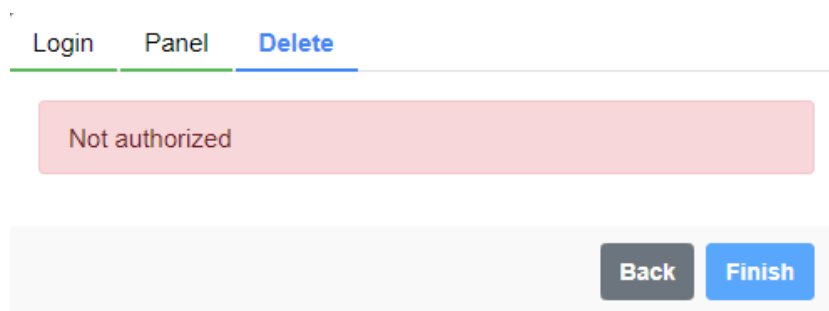

Figura 7.19: Falha ao desvincular do MFM o WEGscan 1000
Passo 15 Em caso de sucesso, avance para o **Passo 16**. Caso ocorra alguma mensagem de erro (Figura 7.19), avalie o seu conteúdo e clique no botão: